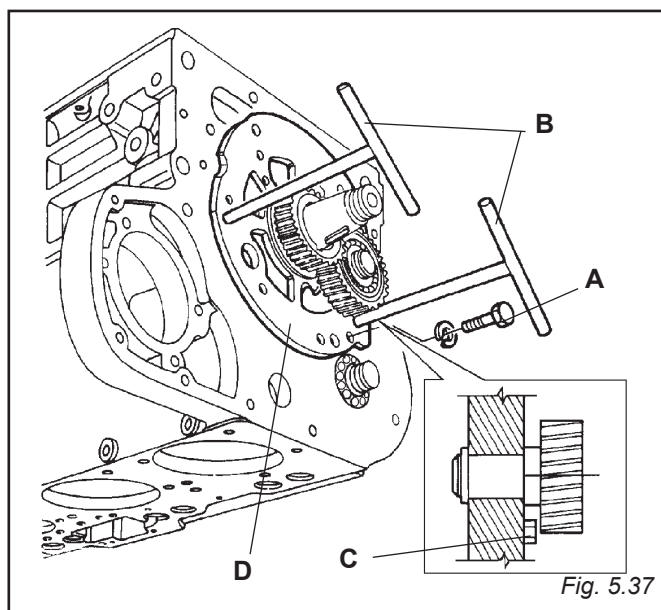

Fig. 5.37
5.49 FRONT MAIN BEARING (FIG. 5.37)